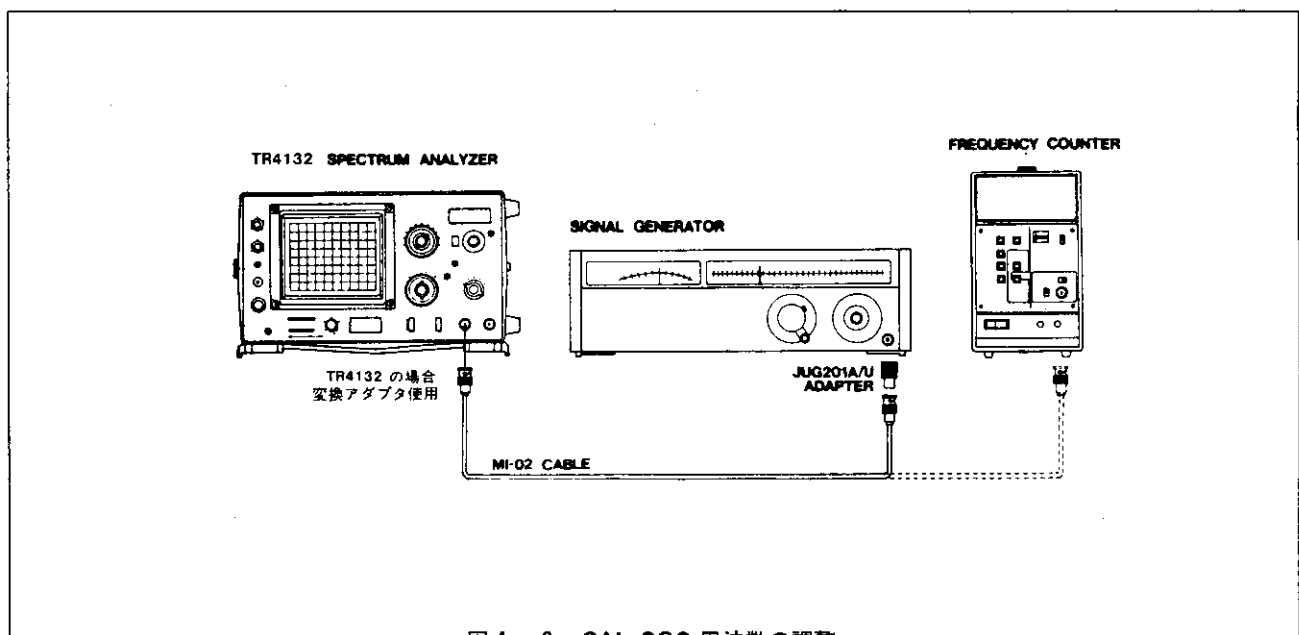

図4-6 CAL. OSC.周波数の調整
1. S.G.の出力周波数を周波数カウンタで100.000 MHzに合わせます。〔図4-6〕